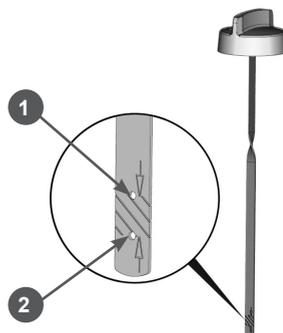

Рис. 13 Крышка-щуп маслосливной горловины
10. Подождите 1 минуту, совместите выступы на крышке-щупе и пазы на маслосливной горловине, установите крышку-щуп в отверстие маслосливной горловины. Затем аккуратно выщипайте щуп и осмотрите его. Уровень масла должен соответствовать верхней отметке 1 на щупе (Рис. 13).